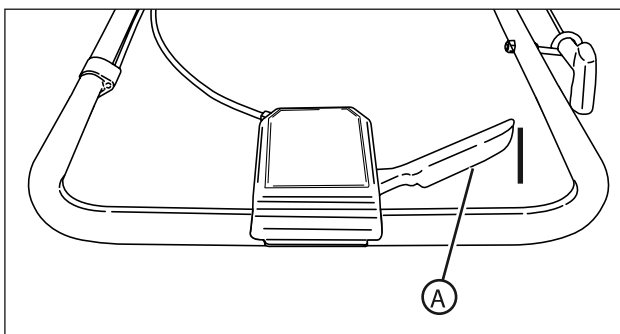

Рис. 7. Рычаг управления приводом колес (детали не показаны для наглядности)
2. Нажмите на рычаг управления приводом колес (А, рис. 7), чтобы включился привод колес и косилка начала двигаться вперед. Скорость движения вперед можно увеличить, еще больше нажав на рычаг управления приводом колес.